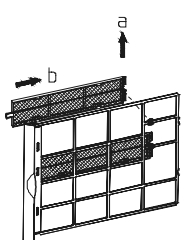

Fig. 19
- Pour retirer le filtre, prendre la poignée par derrière et tirer le filtre. (Voir figure 19).
FILTRE DE PURIFICATION DE REMPLACEMENT (Voir figures 19, 20, 21)
- Retirez les deux cadres des filtres de purification du filtre principal (Voir figure 19).